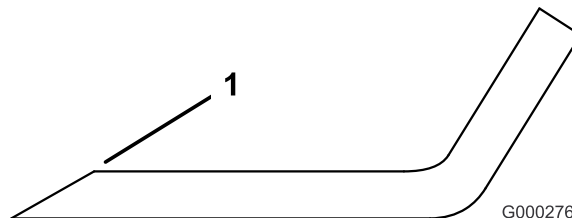

Figura 79
- Affilate i taglienti da entrambe le estremità della lama con una lima (Figura 79). Rispettate l'angolazione originale. La lama conserva il proprio equilibrio soltanto se viene rimossa una quantità uguale di materiale da entrambi i taglienti.